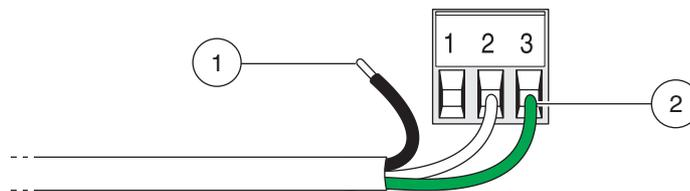

Figura24 Preparación de los cables
2. Pele los extremos del cable de red. Pele 1/4 de pulgada del aislamiento del hilo como se muestra en Figura24.